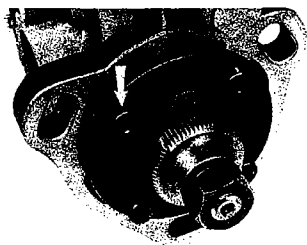

Figura 8. Marca en uno de los dientes de la corona de arrastre que coincide con la posición de un tornillo (señalado por la flecha).
Por otra parte se prepara la bomba de inyección de forma que coincidan las marcas de principio de inyección que ya vimos le fueron colocadas cuando se hizo la revisión de la bomba fuera del vehículo. En esta posición se procede a la colocación de la bomba en su lugar de ubicación en el motor. En la figura 8 tenemos el extremo de una bomba en la que se halla señalado o marcado
El esquema de un acoplamiento típico de estas bombas en línea lo tenemos ahora en la figura 9. En 2 tenemos la bomba de inyección que se acopla al bloque (3) por medio de tornillos. La corona de arrastre que vimos en la figura 8, la tenemos aquí señalada con el número 4 y se encaja con el elemento tractor a través de otro engranaje de igual número de dientes que se sujeta por medio de un casquillo (1) de acoplamiento. Hay que cuidar, al realizar esta operación de acoplamiento que el casquillo se encuentre correctamente montado, pero los espárragos o tornillos de sujeción de la bomba deben coincidir con el centro de sus orificios ovalados y no con alguno de sus extremos, y deben montarse sus arandelas correspondientes y sus tuercas hexagonales ligeramente apretadas por el momento.
La causa de este montaje provisional es porque, si bien teóricamente el montaje ya debería ser correcto, en la práctica es posible que se tengan que hacer modificaciones muy ligeras en la posición de la bomba, para lo cual dispondremos de la posición relativa que ofrecen los orificios ovalados de sujeción que vimos en la figura 8, con relación a la posición de anclaje que los tornillos presentan. En efecto: una puesta a punto no puede darse por buena si no se tiene la certeza de que la inyección se inicia exactamente en el punto de los grados de avance que el émbolo del motor requiere, de modo que resulta imprescindible volver a hacer la prueba con la herramienta del cuello de cisne para tener la absoluta seguridad del momento en que se produzca el inicio de la inyección. Ello quiere decir que hay que sacar el empalme del primer elemento de la bomba, retirar la válvula de impulsión y atornillar en
Si no coincidiera, tanto en la primera como en la segunda vuelta, entonces puede accionarse la bomba aflojando las tuercas que provisionalmente la fijaban, y se puede hacer girar ligeramente la bomba a través de los orificios ovalados que vimos en la figura 8 lo que supone adelantar el comienzo de la inyección o retrasarla según se gire a izquierda o a derecha con un pequeño juego que debe ser suficiente para que su calado sea correcto. Para hacer esta nueva comprobación se acude al mismo procedimiento que ya conocemos, es decir, a girar lentamente el cigüeñal observando el momento del goteo del cuello de cisne y comprobando a continuación la indicación del índice.